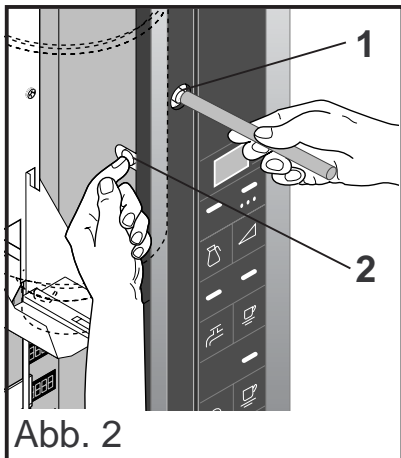

Abb. 2
- Den Sicherheitsschalter (1) mit Spezialwerkzeug und den Spültaster (2) durch die Öffnung der rechten Tür (Abb.2)